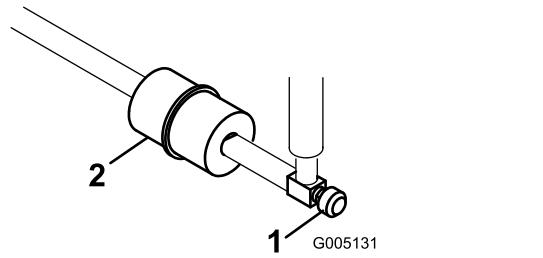

Bild 30
In die Kraftstoffleitung ist zwischen dem Kraftstofftank und dem Vergaser ein Filter eingebaut (Bild 30).
1. Schließen Sie den Kraftstoffhahn, lockern die Schlauchklemme an der Vergaserseite des Filters und ziehen die Kraftstoffleitung vom Filter ab (**Bild 30**).
2. Stellen Sie eine Auffangwanne unter den Filter, lockern die verbliebene Schlauchklemme und entfernen den Filter (Bild 30).